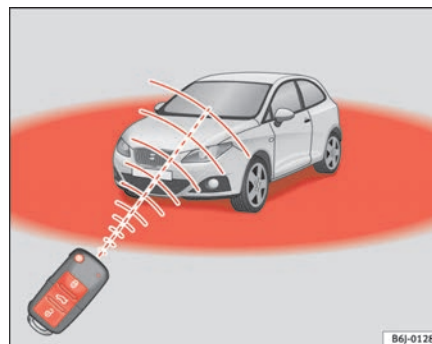

Abb. 44 Wirkungs-
Zudem blinkt die Batterie-Kontrollleuchte des Schlüssels \Rightarrow Abb. 44 auf.
- Die Funk-Fernbedienung funktioniert nur, wenn Sie sich im Wirkungsbereich befinden ⇒ Seite 84, Abb. 44.